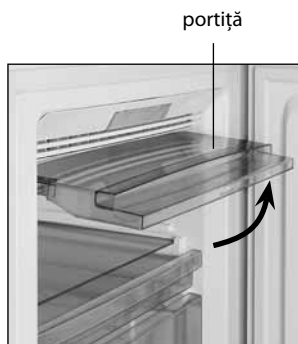

Figura 7
3.2 Pentru a încarca produsele pe raftul de sticlă de sus ridicați porțița până la fixarea ei în poziție orizontală cum vedeți în figura 7.